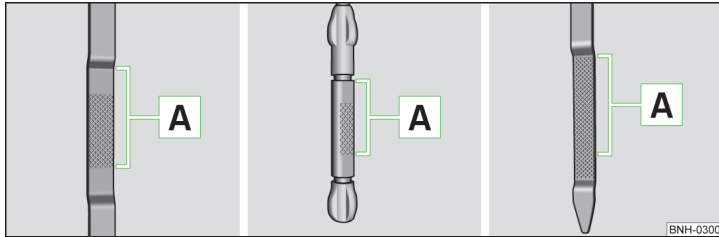

Abb. 115 Prinzipdarstellung: Ölmesstab
Ölmesstab » Abb. 115
- Der Ölstand darf keinesfalls oberhalb oder unterhalb des Bereichs **A** » Abb. 115 liegen - es besteht die Beschädigungsgefahr des Motors sowie der Abgasanlage!
- Liegt der Ölstand oberhalb des Bereichs **A** » Abb. 115, nicht weiterfahren! Den Motor abstellen und die Hilfe eines Fachbetriebs in Anspruch nehmen.